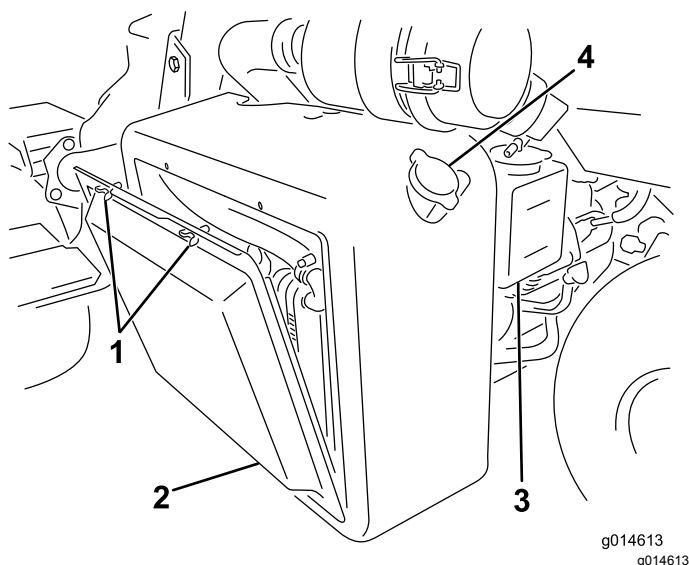

Figura 52
1. Retire la rejilla del radiador (Figura 52).